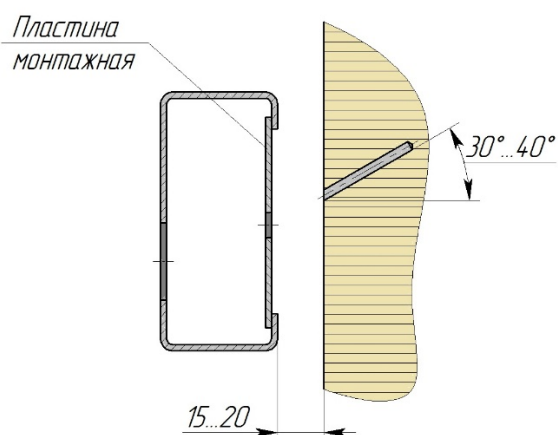

Рис. 4
2.1. С петлевой стороны в коробке имеются три ответных отверстия для противосъемов. Напротив этих отверстий внутри коробки подварены специальные монтажные пластины. В каждой из трех монтажных пластин имеются несколько отверстий, через одно из которых необходимо высверлить в стене проема отверстие под анкер таким образом, чтобы отверстие не попадало в шов между кирпичом, пеноблоком и т.д. Сверление осуществляется по направлению к внутренней части помещения, под углом 30-45 градусов (Рис. 4). Глубина отверстий должна быть на 20-40 мм больше длины анкера. Очистить отверстия с помощью сверла или продувки через гибкую трубку.